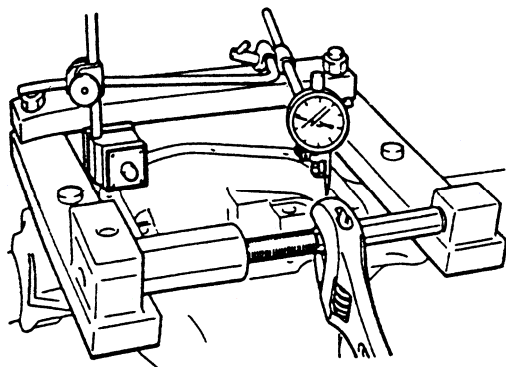

图 4-130 安装延展器
(4) 依图 4-130 所示安装延展器及千分表。注意切勿使延展器超过 0.50mm，拆卸千分表。